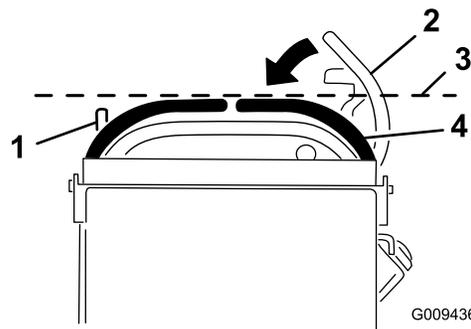

図 69
3. 右側コントロール・レバーを、ニュートラル位置から下へ押し下げる (図 69)。
4. 左側コントロール・レバーと水平にそろっているかを調べる (図 69)。